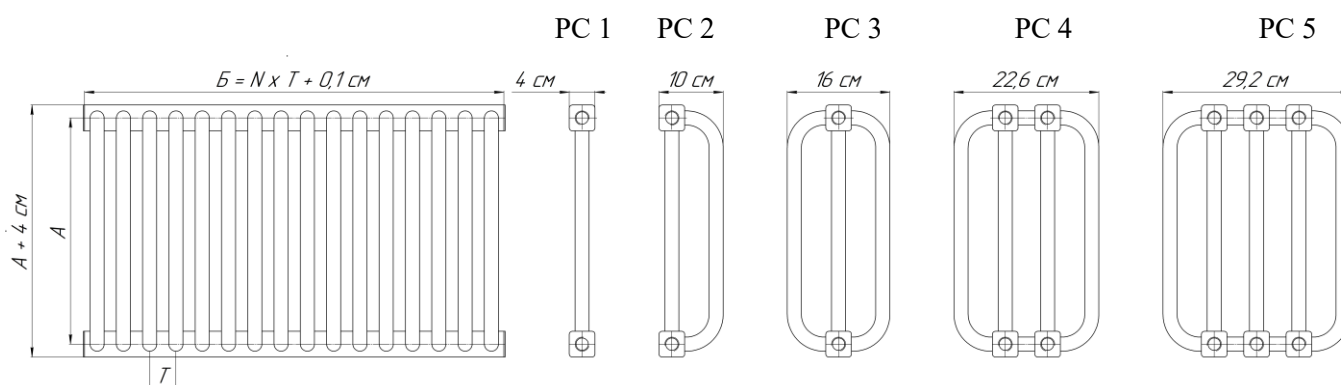

Рис. 1 Радиатор «РС», где А - межцентровый размер, см; В –длина радиатора, см; Т – шаг (4,1см); N – количество секций.
2.1. Основные размеры и параметры радиаторов приведены на рис. 1 и в Таблице №1.